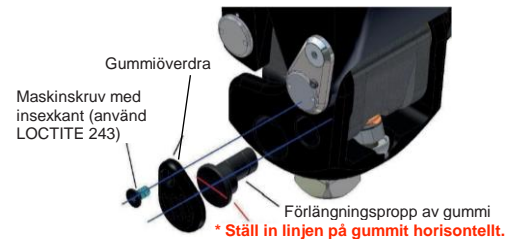

Fig. 19 Byte av gummi i förlängningsstoppet
3. Sätt i det nya förlängningsstoppgummit i den riktning som visas i fig. 19. Det är lätt att sätta i om knäleden befinner sig i positionen stance-flexion.